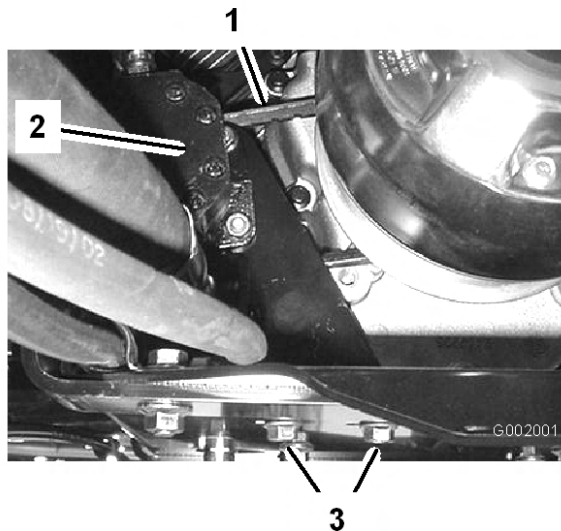

図 61
2. ステアリング・ポンプの取り付けボルトをゆるめる (図 61)。